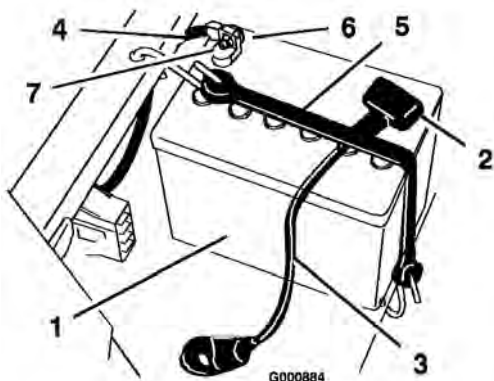

Bild 34
4. Klemmen Sie das Minuskabel (schwarz) vom Batteriepol ab (Bild 34).
5. Schieben Sie die Gummiabdeckung am Pluskabel (rot) nach oben. Klemmen Sie das Pluskabel (Rot) vom Batteriepol ab (Bild 34).
6. Nehmen Sie die Batterieklemme ab (Bild 34) und heben Sie die Batterie aus dem Ständer heraus.
1. Stellen Sie die Batterie in ihren Ständer, wobei die Pole vom Armaturenbrett weg weisen müssen (Bild 34).
4. Befestigen Sie die Kabel mit zwei Schrauben (1/4 x 3/4 Zoll), Scheiben (1/4 Zoll) und Muttern (1/4 Zoll) (Bild 34).
6. Befestigen Sie die Batterie mit der Befestigung (Bild 34).